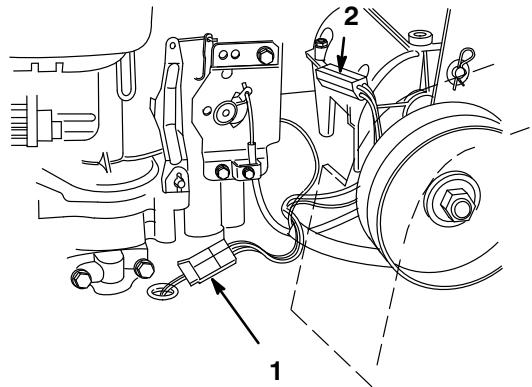

Abbildung 6
1. Kupplungs- und Motorkabel befestigen (Abb. 6).